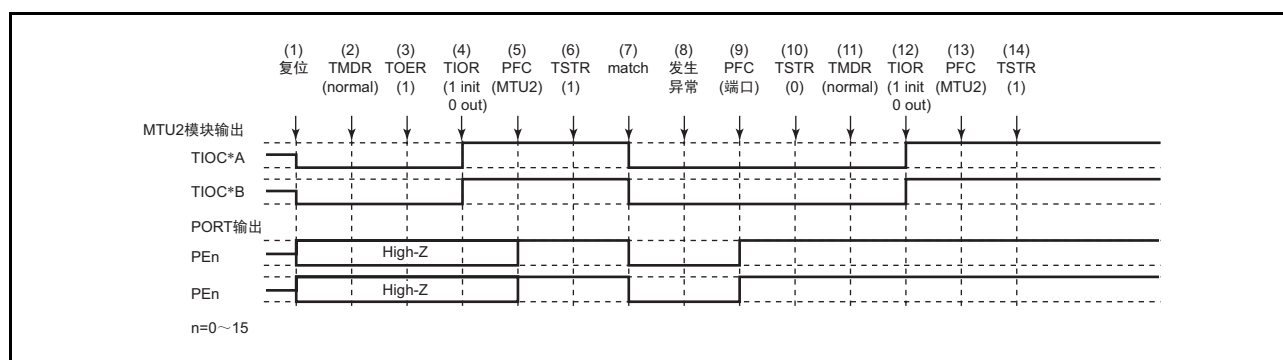

图 10.136 在正常模式中发生异常并在正常模式中恢复
在正常模式中发生异常, 重新设定后在正常模式中重新开始时的说明如图 10.136 所示。
(1) ~ (10) 与图 10.136 相同。
(11) 设定 PWM 模式 1。
(12) 必须通过 TIOR 初始化引脚 (在 PWM 模式 1 中不初始化 TIOC*B。要进行初始化时，必须在正常模式中进行初始化后转移到 PWM 模式 1)。
(13) 必须通过 PFC 设定为 MTU2 输出。
(14) 通过 TSTR 重新开始。
(11) 设定 PWM 模式 2。
(12) 必须通过 TIOR 初始化引脚 (在 PWM 模式 2 中不初始化周期寄存器的引脚。要进行初始化时，必须在正常模式中进行初始化后转移到 PWM 模式 2)。
(13) 通过 PFC 设定为 MTU2 输出。
- (1) ~ (10) 与图 10.136 相同。
- (11) 设定相位计数模式。
- (12) 必须通过 TIOR 初始化引脚。
- (13) 必须通过 PFC 设定为 MTU2 输出。
- (14) 通过 TSTR 重新开始。
- (11) 必须通过 TIOR 初始化正常模式的波形生成部。
- (12) 必须通过 TIOR 禁止正常模式的波形生成部的运行。
- (13) 必须通过 TOER 禁止通道 3、4 的输出。
- (14) 必须通过 TOCR 选择互补 PWM 的输出电平并允许或者禁止周期输出。
- (15) 设定互补 PWM。
- (16) 必须通过 TOER 允许通道 3、4 的输出。
- (17) 必须通过 PFC 设定为 MTU2 输出。
- (18) 通过 TSTR 重新开始。
(1) ~ (13) 与图 10.136 相同。
(14) 必须通过 TOCR 选择复位同步 PWM 的输出电平并允许或者禁止周期输出。
(15) 设定复位同步 PWM。
(16) 必须通过 TOER 允许通道 3、4 的输出。
(17) 必须通过 PFC 设定为 MTU2 输出。
(18) 通过 TSTR 重新开始。